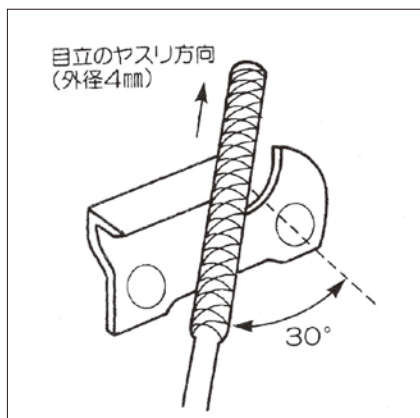

図25
- カッターに対して丸ヤスリ(4mm/市販品)を30°傾け、丸ヤスリの直径1/5(約)が上刃よりできるように当ててください。(図25,26参照)